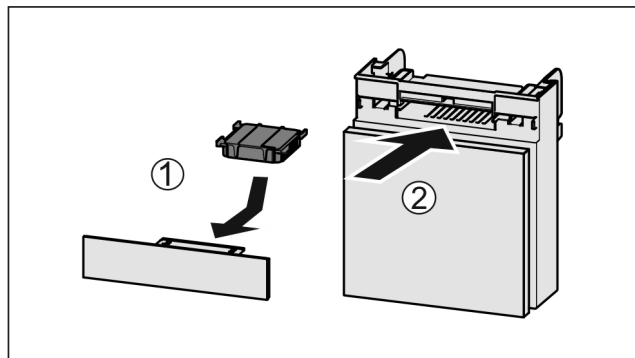

Fig. 234
- Umetnite filtarski s aktivnim ugljenom kao što je prikazano na slici Fig. 234 (1).
- Umetnite pretinac Fig. 234 (2).